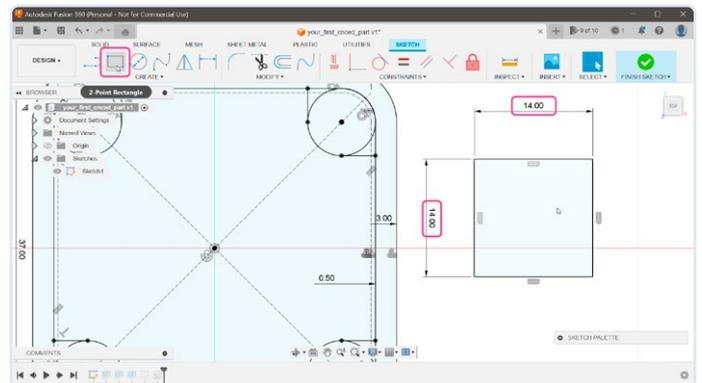

Bild 16. Vorbereitung der beiden Löcher auf der Unterseite des Gehäuses.
16) Wir benötigen zwei rechteckige Löcher auf der Unterseite des Gehäuses, um Zugang zu den Anschlüssen auf der Unterseite der Platine zu erhalten. Die Anschlüsse sind zwar etwas unterschiedlich groß, aber ein Loch von 11 mm x 14 mm ist für beide Seiten geeignet. Wir müssen mit der Wandstärke (3 mm) rechnen, was die Lochgröße auf 14 mm x 14 mm festlegt. Um diese Löcher zu zeichnen, können wir unsere ursprüngliche Skizze wiederverwenden. Öffnen Sie sie zur Bearbeitung und wählen Sie das Werkzeug **2-Point Rectangle** (Bild 16) aus der Werkzeugleiste. Zeichnen Sie ein 14 mm x 14 mm großes Rechteck an einer beliebigen Stelle auf das Canvas.